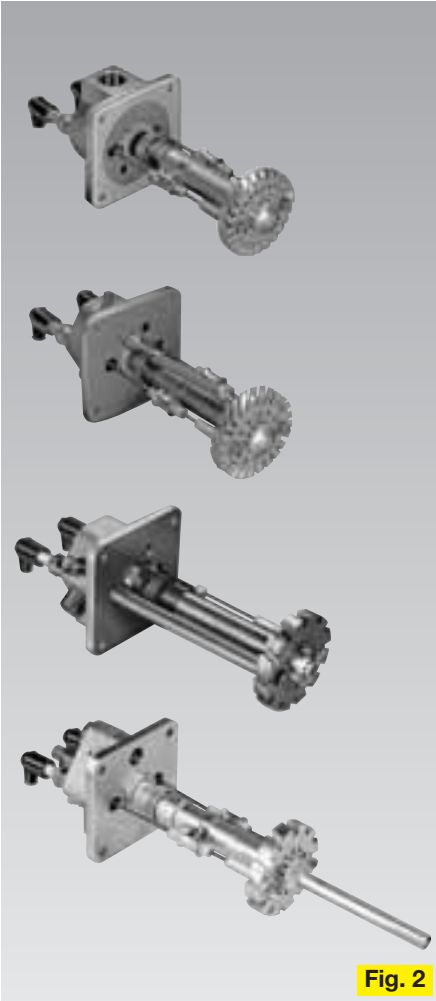

Fig. 2
2. Brenneinsatz (Fig. 2)
2. Burner insert (Fig. 2)
2. Горелочная часть (Fig. 2)